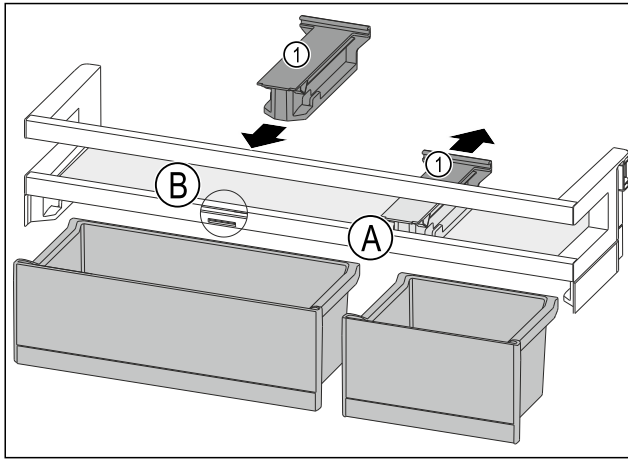

Fig. 116
- ▶ Изтеглете задържащата част Fig. 116 (1) на позиция Fig. 116 (A) назад.
- ▶ Поставете задържащата част Fig. 116 (1) на позиция Fig. 116 (B).